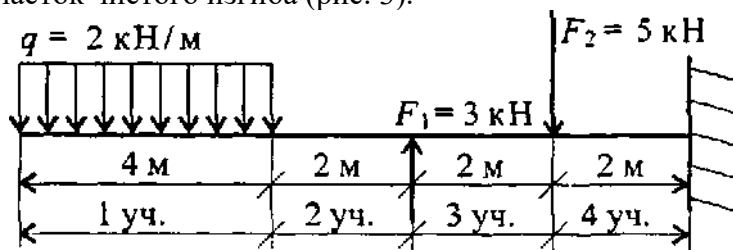

Рис. 3
Задача 3. Для заданного бруса (рис. 3) построить эпюры крутящих моментов, рациональным расположением шкивов на валу добиться уменьшения значения максимального крутящего момента. Построить эпюру крутящих моментов при рациональном расположении шкивов.
8. Определите участок чистого изгиба (рис. 3).